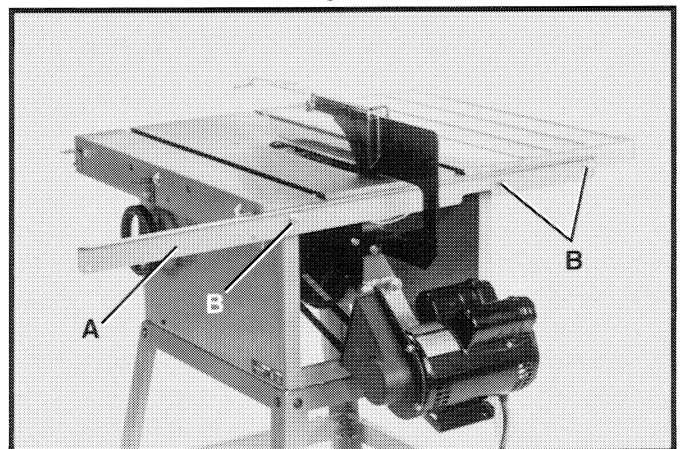

Fig. 31
1. Ensamble el soporte trasero (A) Fig. 31 a la parte trasera de la mesa de la sierra y el ala de extensión utilizando tres tornillos de cabeza hexagonal de 1-1/2 pulg. de largo (B), arandelas planas con diám. int. de 3/8 pulg. y tuercas hexagonales de 3/8 pulg.-24. **IMPORTANTE:** Asegúrese que el borde superior del soporte trasero (A) esté paralelo a la mesa de la sierra y por debajo de la superficie inferior de las ranuras de la escuadra de ingletes.